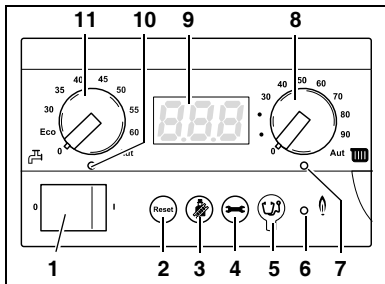

Fig. 3 Regolatore di base BC10
Con l'interruttore di esercizio (fig. 3, **pos. 1**) è possibile accendere e spegnere la caldaia.
In caso di guasto, può essere necessario riavviare la caldaia con il tasto "Reset" (fig. 3, **pos. 2**).